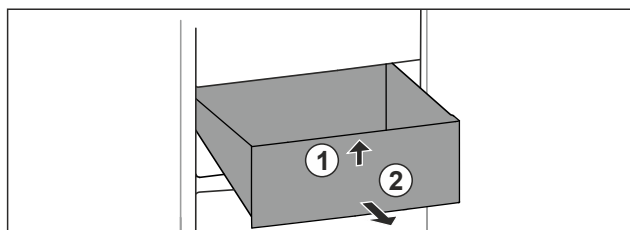

Fig. 86
- Sollevare il cassetto dal davanti. Fig. 86 (1)
- Rimuovere il cassetto tirandolo in avanti. Fig. 86 (2)